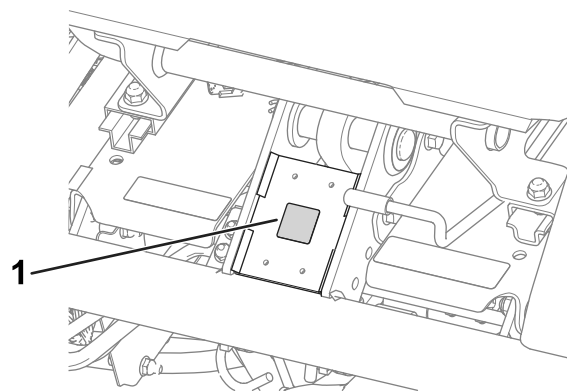

Рисунок 11
- Приклейте наклейку с маркировкой CE (№ по кат. 93-7252) на раму под передней частью сиденья (Рисунок 11).